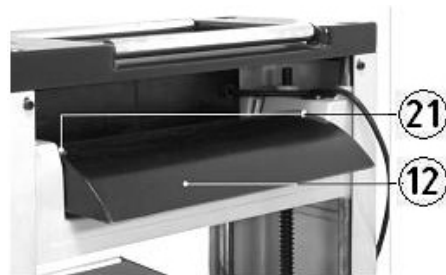

Рис.10
12.2.1. Демонтируйте защитный кожух (12), открутив барашковые гайки (21), Рис.10.